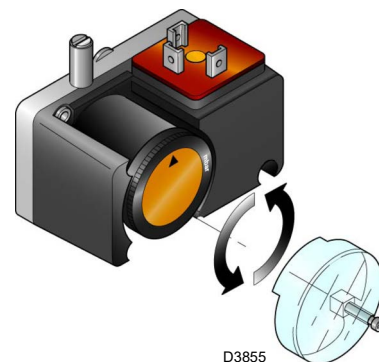

Fig. 31
- Regular el presostato para el control de estanqueidad (Kit PVP)(Fig. 31 a pag. 34), si está presente, según las instrucciones suministradas con el kit.
Regular el presostato para el control de estanqueidad (kit PVP) (Fig. 31) si está presente, según las instrucciones suministradas con el kit.